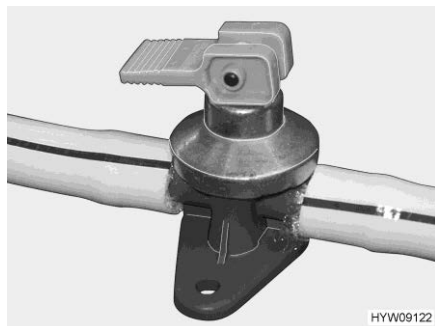
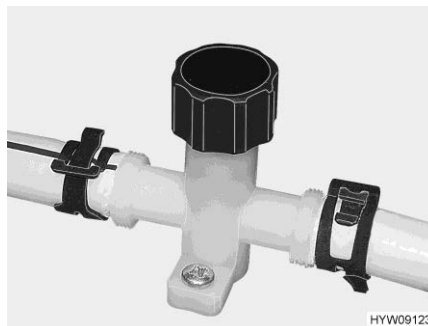

Bild 146 Avtappningskran med vipparm
Bild 147 Avtappningskran med vred
- Öppna alla avtappningskranar (Bild 146 resp. Bild 147).